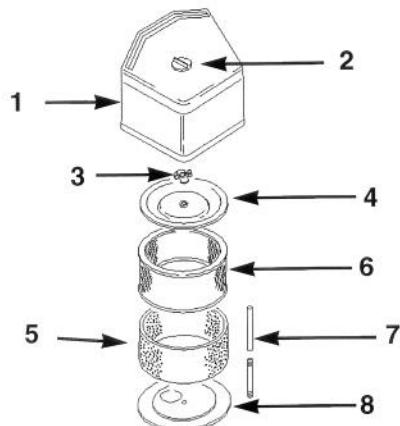

Bild 15
3. Um Eindringen von Schmutz in das Motorinnere zu vermeiden, was zu Motorschäden führen könnte, den Bereich um den Luftfilter reinigen. Das Absicherungsrad und die Luftfilterabdeckung entfernen (Bild 15).
4. Den Schaumeinsatz vorsichtig vom Papiereinsatz abschieben (Bild 15).
5. Die Gummimutter abschrauben und den Papiereinsatz entfernen (Bild 15).
1. Den Schaumeinsatz vorsichtig über den Papierluftfiltereinsatz stülpen (Bild 15).
2. Die Luftfilterbaugruppe auf die lange Stange aufziehen. Jetzt die Gummimutter handfest an den Luftfilter anschrauben (Bild 15).
3. Die Luftfilterabdeckung und -schraube montieren (Bild 15). Die Schraube festziehen.